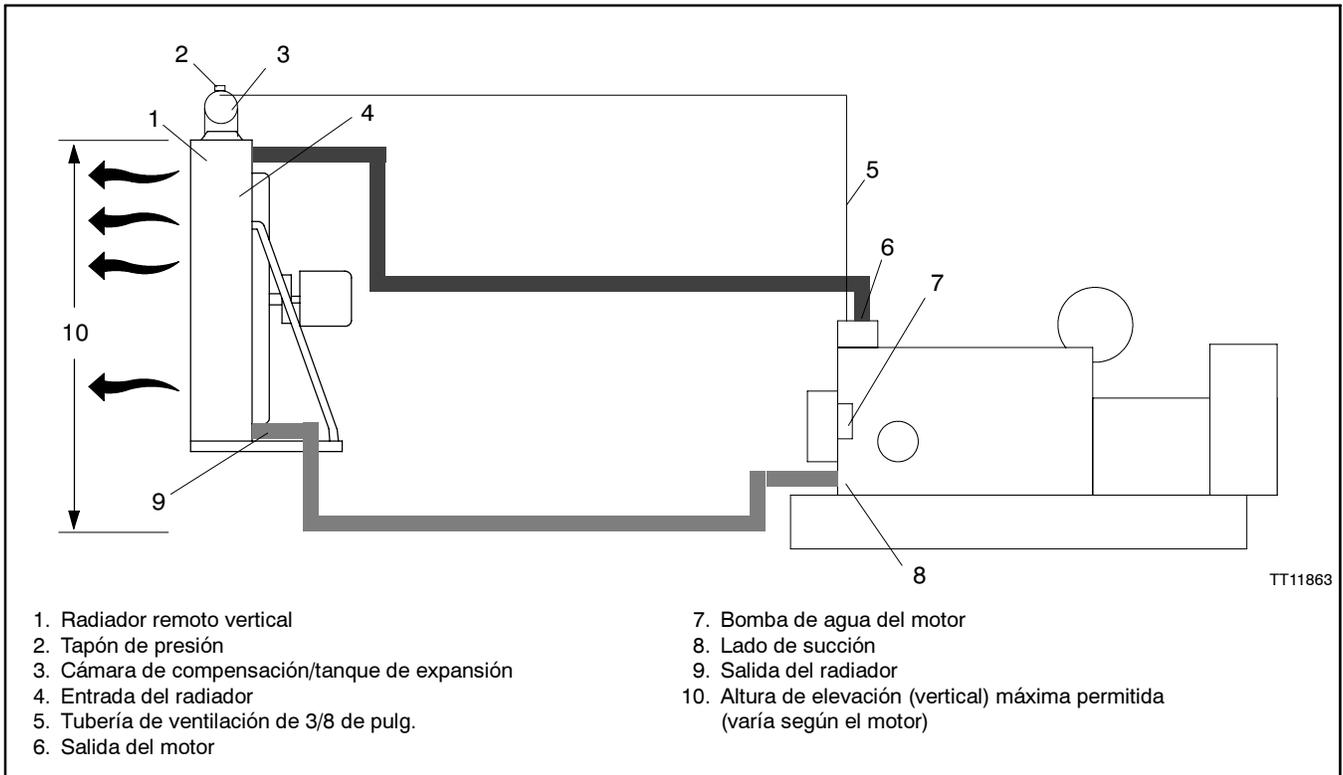
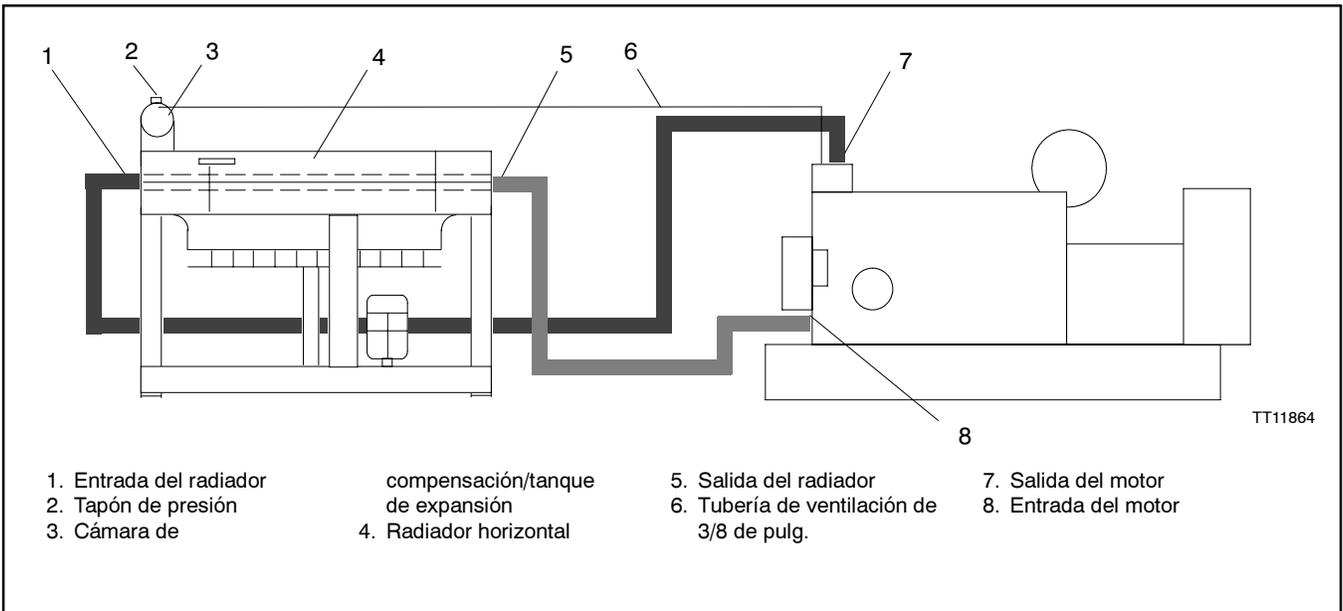

Figura 4-7 Sistema de radiador remoto vertical
Figura 4-8 Sistema de radiador remoto horizontal
Limitaciones del sistema. Los sistemas de enfriamiento están limitados por la resistencia del tapón del radiador. La presión de funcionamiento máxima de un radiador es 138 kPa (20 psi) y la temperatura de funcionamiento máxima es 121°C (250°F). Existen radiadores para descarga vertical y horizontal. Consulte la Figura 4-7 y la Figura 4-8.
Un radiador remoto de descarga horizontal requiere el uso de una cámara de compensación (tanque de expansión) como se muestra en la Figura 4-8. Coloque el tanque en el punto más alto del sistema de enfriamiento. La cámara de compensación proporciona ventilación, protección de compensación/expansión y funciones de llenado/reposición.
- Conecte la tubería principal desde la cámara de compensación hasta el punto más alto del radiador remoto. La mayoría de los radiadores de núcleo vertical cuentan con la cámara de compensación como parte del tanque superior del radiador. La instalación que se muestra en la Figura 4-8 asegura la desaireación del radiador y del motor y una presión positiva en la entrada de succión de la bomba.